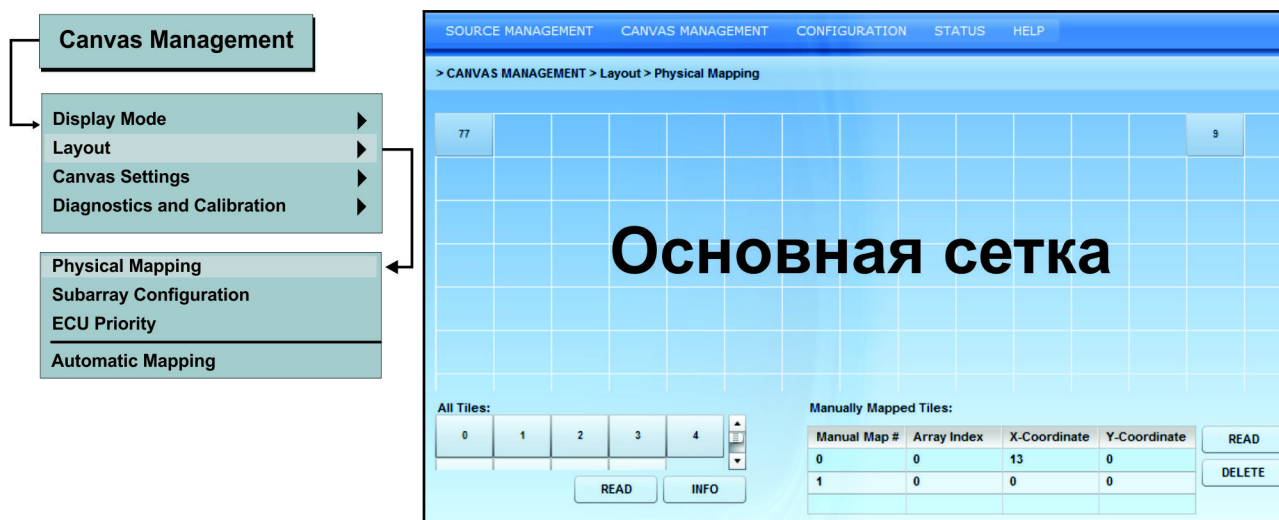

Рис. 3-22 Физическая настройка
2. В меню **Управление холстом** выберите пункт **Схема размещения > Физическая настройка** (Рис. 3-22).